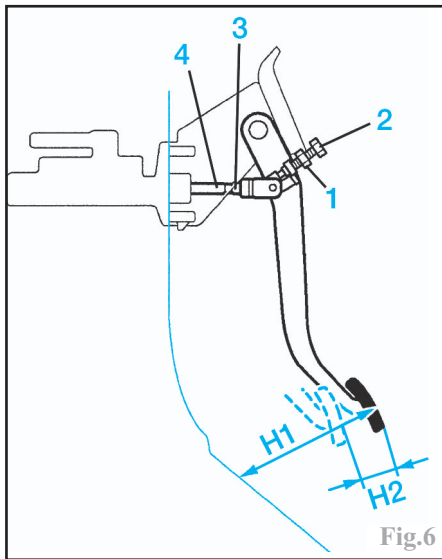

Fig.6
Mesurer la hauteur de la pédale "H1". Si nécessaire, desserrer le contre-écrou (1) et agir sur la vis (2) jusqu'à obtenir la hauteur de pédale préconisée. Resserrer ensuite le contre-écrou (1) (Fig.6).